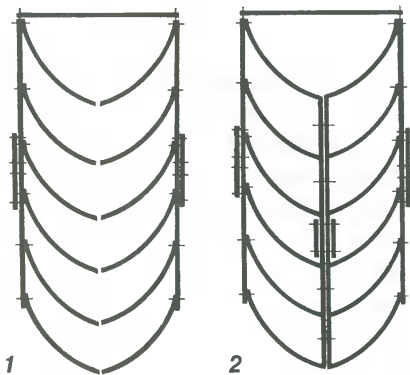

Рис. 7. Последовательность сборки каркаса.
1. Все заготовки раскладывают так, как они должны быть собраны (рис. 7, п. 1.).